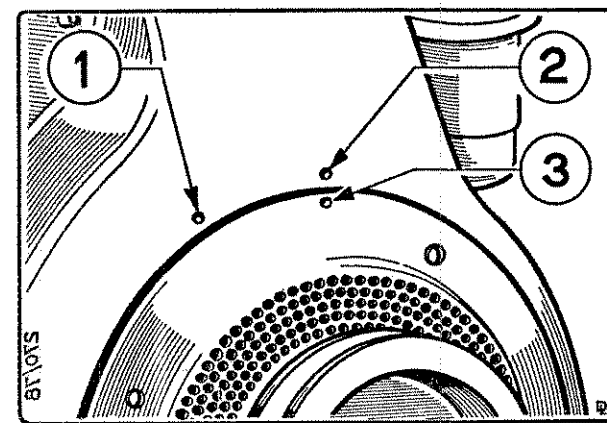

Fig. 11 - RIFERIMENTI DEL P.M.S. E DELL'INIZIO POMPATA
### POSIZIONE DEL PUNTO MORTO SUPERIORE (Fig. 11)
c) Nell'istante in cui il pistoncino chiude il foro di alimentazione del cilindretto il combustibile cesserà di sgorgare. Questo è l'inizio della pompata e deve cadere nel punto indicato con I.P. (Fig. 11).